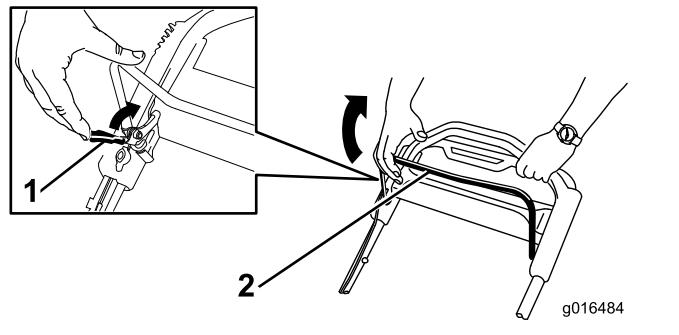

Figura 22
2. Tirate indietro **lentamente** la barra di comando della lama verso la maniglia (Figura 22).
1. Tirate il blocco della barra di comando della lama verso la barra stessa (Figura 22).